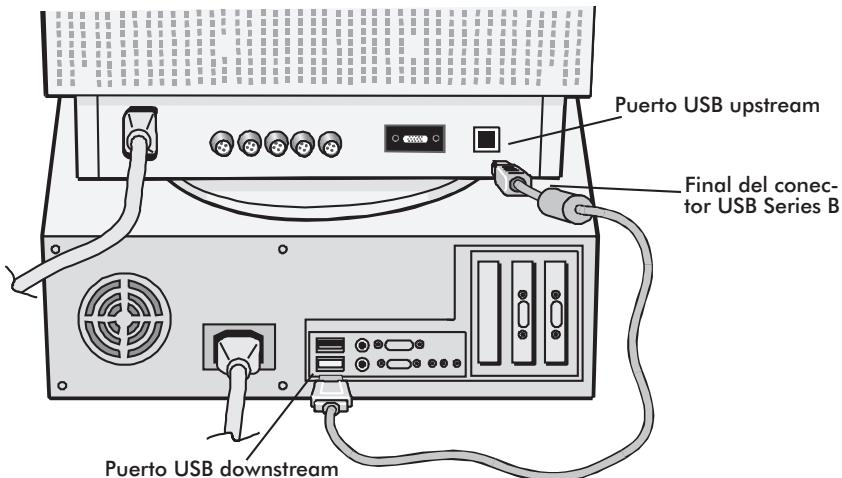

Figura 1
1. Utilizando el cable proporcionado USB, conecte el final del conectorUSB series B al puerto USB upstream del monitor (Figura 1).
2. Conecte el otro extremo del cable proporcionado, al puerto USB downstream del ordenador (o al hub USB conectado al ordenador) (Figura 1).